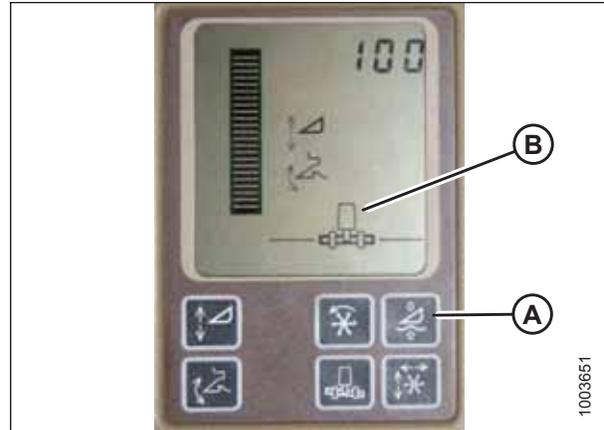

Figura 4.68: Monitor da colheitadeira John Deere
**NÃO** use a função de flutuação ativa da plataforma (A) combinada ao controle automático da altura da plataforma (AHC) MacDon. Um sistema neutralizará o outro. O símbolo da plataforma (B) em exibição **NÃO** deve apresentar uma linha ondulada abaixo dele e deve se parecer exatamente como mostrado na ilustração do monitor de controle ativo da plataforma na figura 4.68, página 128.